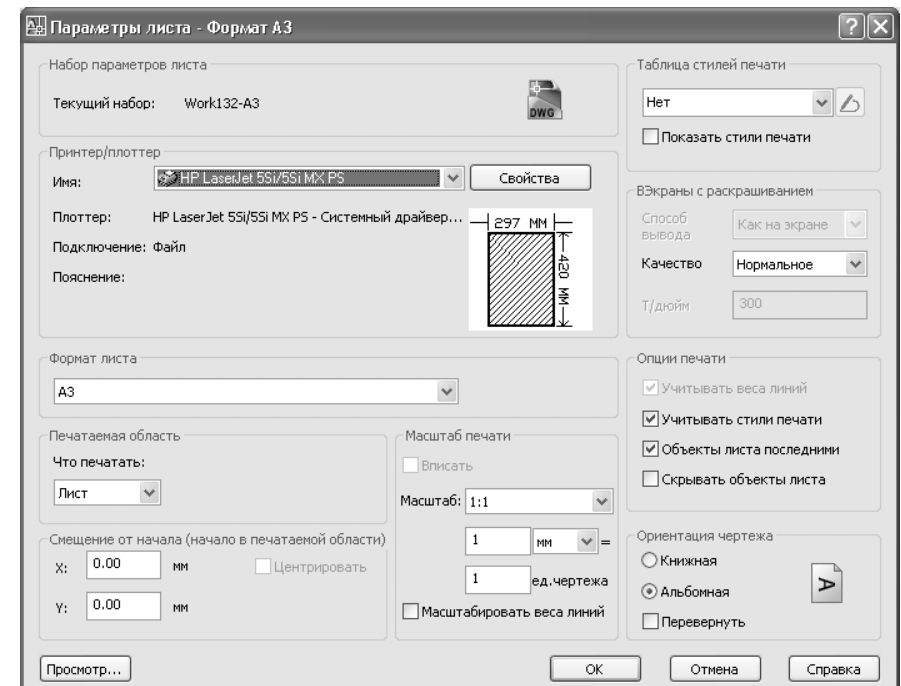

Рис. 13.23 ▼ Набор параметров страницы **Work132-А3** для компоновки **Формат А3**
16. Удостоверьтесь в том, что все параметры страницы соответствуют ранее определенным вами значениям, указанным при создании компоновки с помощью мастера **Создание листа** (Create Layout) (рис. 13.23) и щелкните на кнопке **Свойства** (Properties), которая находится справа от списка **Имя** (Name) в группе **Принтер/плоттер** (Printer/plotter).